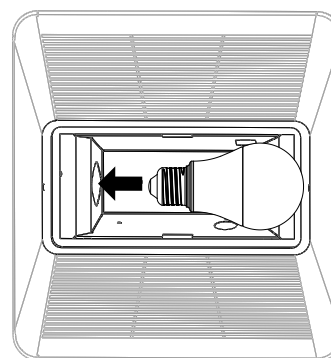

Fig. 21
- Visser l'ampoule en place. Voir la figure 21.